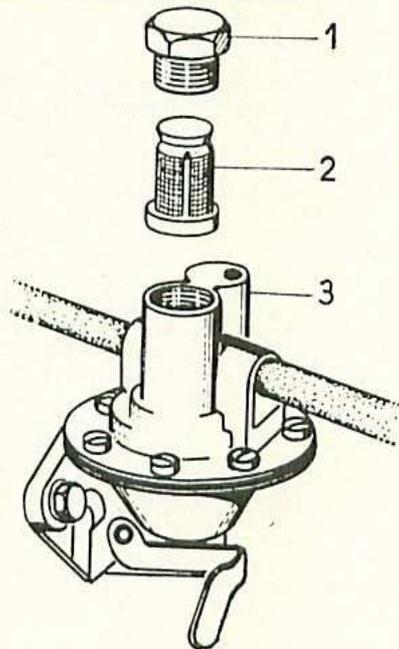

Fig. 76. — Pompe à essence AC - Delco à filtre incorporé.
- 2o Déposer le bouchon (1) (fig. 76) dégager le filtre (2).